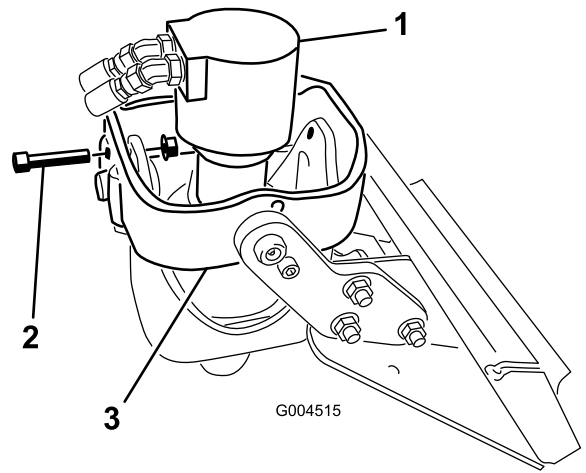

Figure 4
2. Si vous montez une tarière sur la tête d'entraînement modèle 22806, coupez le moteur et enlevez la clé. Positionnez la tête d'entraînement à la verticale, insérez un boulon ($\frac{1}{2}$ " x $2\frac{1}{2}$ ") dans les trous des bras de support avant, et fixez-la légèrement avec un écrou à embase ($\frac{1}{2}$ "), comme montré à la Figure 4.